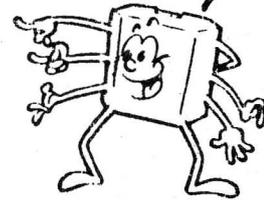

Fig.12
- FIG. 12 - OPÇÃO ELETRÔNICA PARA O CHAVEAMENTO DO ASTÁVEL - No exemplo anterior (fig. 11) mostramos métodos elementares (ainda que práticos e realmente